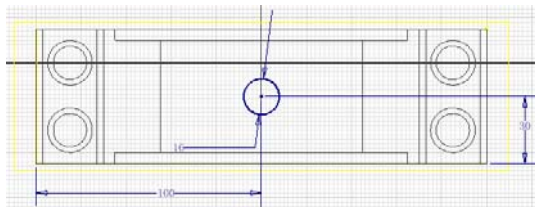
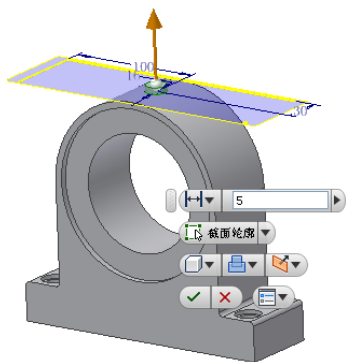

图 7-40 绘制拉伸草图
图 7-41 拉伸示意图
②选择【圆】工具绘制一个圆形，选择【尺寸】工具对其进行尺寸和位置标注，并修改其尺寸值，如图 7-40 所示。需要注意的是，为了能够在标注位置尺寸的时候有所参照，还是应该通过【投影几何图元】工具将已有零件的边线向草图中投影，以用来作为标注尺寸的参考。
③单击【草图】标签上的【完成草图】工具按钮，退出草图环境，返回到零件特征环境下。单击【三维模型】标签栏【创建】面板上的【拉伸】工具按钮，打开【拉伸】对话框，选择图 7-40 中的圆形为拉伸截面轮廓，设置终止方式为【距离】，拉伸量为 5，如图 7-41 所示。